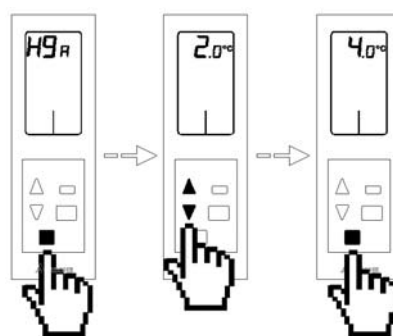

Fig. 99
- **Histéresis de activación etapas de calor combinado HgA :** Esta opción permite definir la diferencia de temperatura entre consigna y ambiente que queremos fijar para que en calor combinado  se pase de utilizar las dos etapas a solo una. Por defecto la diferencia fijada es de 2° . Si desea modificar esta diferencia, pulse el botón de confirmación , el valor del menú se pondrá a parpadear, esto indica que estamos dentro del menú. El sistema permite modificarlo entre valores de 1° a 4° con saltos de 1° . Si seleccionamos 4° significa que siempre que tengamos el modo calor combinado utilizará calor por aire y calor radiante a la vez. Seleccione la opción deseada mediante las flechas   y pulse el botón de confirmación . Si desea salir del menú pulse el botón salir  para volver al menú anterior. (Fig. 99)